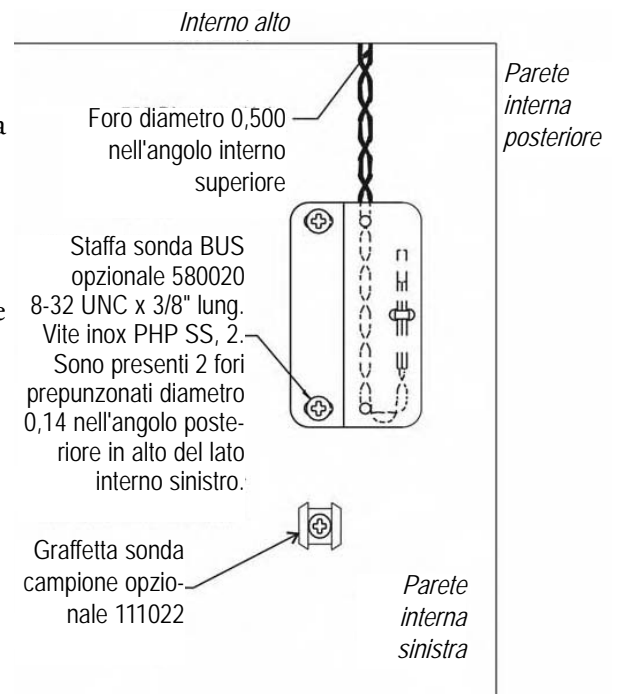

Figura 5-4. Graffetta sonda montata
- Individuare il foro da 1,3 cm (0,500") pre-punzonato nell'angolo posteriore sinistro in alto del soffitto della camera. Rimuovere la striscia di fissaggio della sonda a bobina/gruppo solenoide. Svolgere il contatto della sonda e fare scorrere la punta della sonda (circa 30,5 cm) per circa 1,3 cm (0,500") nel foro (Figura 5-4).
- Toccare #8-32 i due fori pre-punzonati posizionati sulla parete sinistra interna del freezer. Montare la staffa. La figura 5-4 mostra la sonda di backup montata sulla parete laterale sinistra interna del freezer.